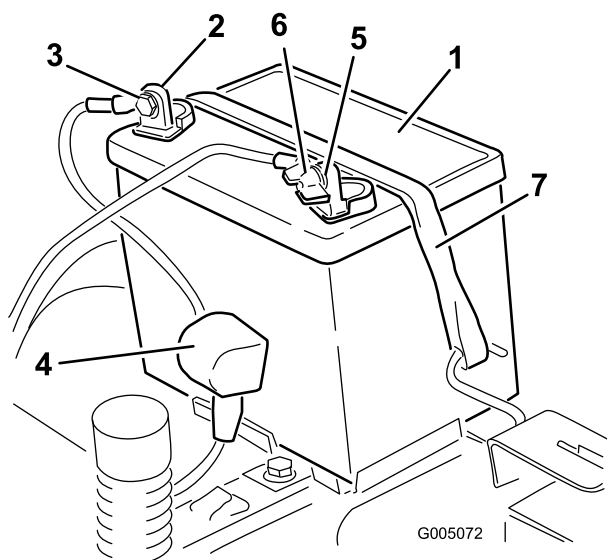

Figure 42
4. Débranchez le câble négatif (noir) de mise à la masse de la borne de la batterie (Figure 42). Conservez toutes les fixations.
5. Repoussez le capuchon en caoutchouc sur le câble positif (rouge). Débranchez le câble positif (rouge) de la borne de la batterie (Figure 42). Conservez toutes les fixations.
6. Enlevez la sangle de maintien de la batterie (Figure 42) et ôtez la batterie de son support.
1. Placez la batterie dans son support (Figure 42).
5. Fixez la batterie en place à l'aide de la sangle de maintien (Figure 42).